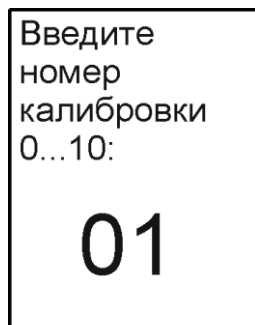

Рисунок 10 — Выбор текущей калибровки
- нажатием кнопки  $\blacktriangleleft$  войти в подменю и кнопками  $\blacktriangleup$ ,  $\blacktriangledown$  выбрать номер калибровки (рисунок 10);